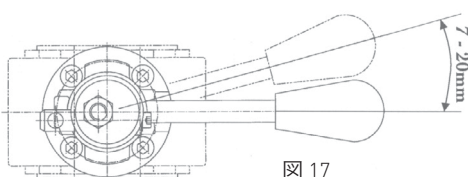
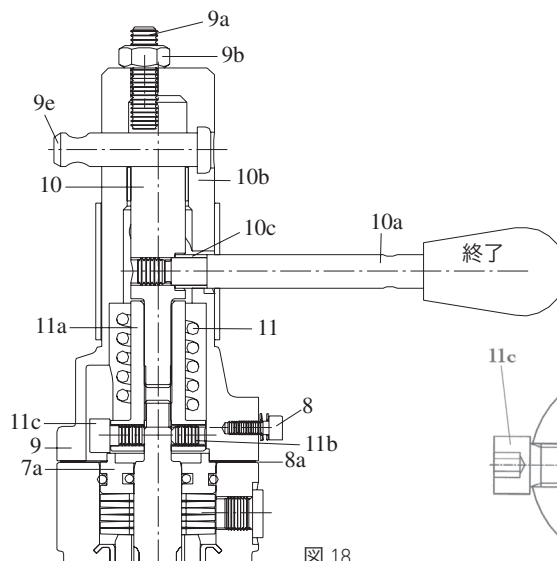

図 17
図 18
- 2 ボトルアダプター式のみ(スピンドルシールのAタイプ)(図17および図18参照)
- ハンドレバーの横方向の遊びは最小7 mm、最大20 mmであることを確認します(図17参照)。